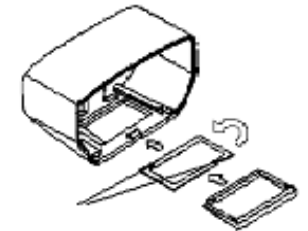

Рис. 6.15
- выдвинуть линзу, повернуть ее на 180° (рис. 6.15), установить в крышку так, чтобы **одинарный вырез был направлен внутрь корпуса, а гладкая сторона линзы наружу;**